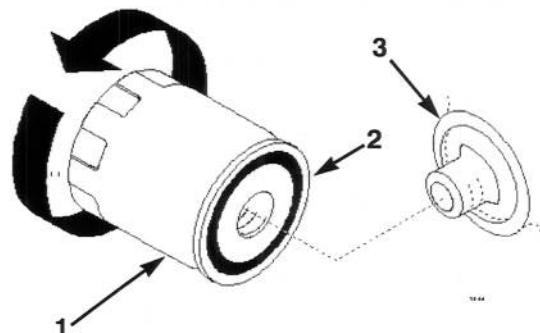

Fig. 34A
- Togliete il vecchio filtro e pulite la guarnizione dell'adattatore del filtro (Fig. 34A).
- Spalmate un leggero strato di olio nuovo sulle guarnizioni di gomma del filtro di ricambio (Fig. 34A).
- Montate il filtro di ricambio sull'adattatore. Girate il filtro dell'olio in senso orario fin quando la guarnizione di gomma non viene a contatto con l'adattatore, quindi stringete di nuovo il filtro di giro (Fig. 34A).